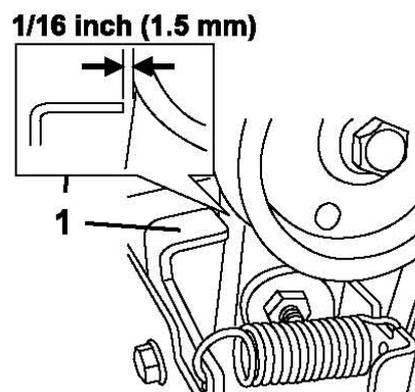

Рисунок 45
3. Затяните контргайку (Рис. 45)